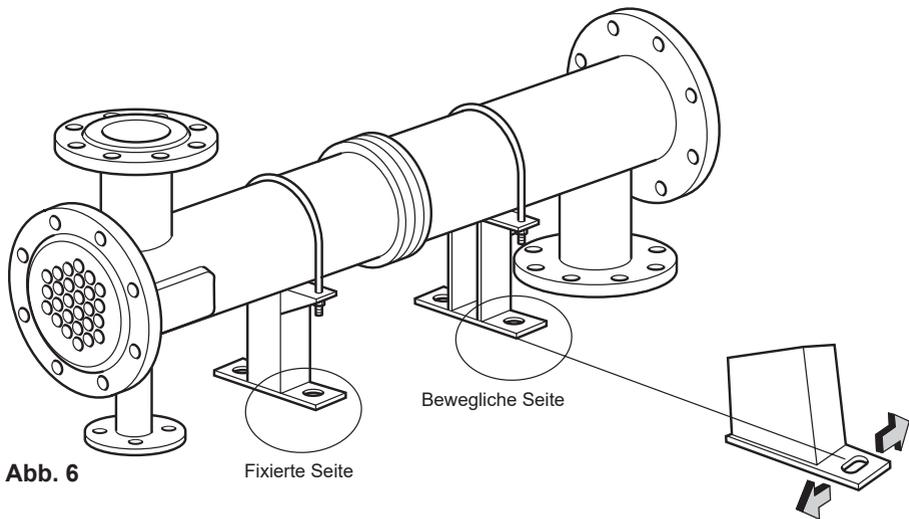

Abb. 6
4.5 Lösen Sie die Sattelbolzen an einem Ende des Geräts, um eine freie Ausdehnung zu ermöglichen (Abbildung 6).